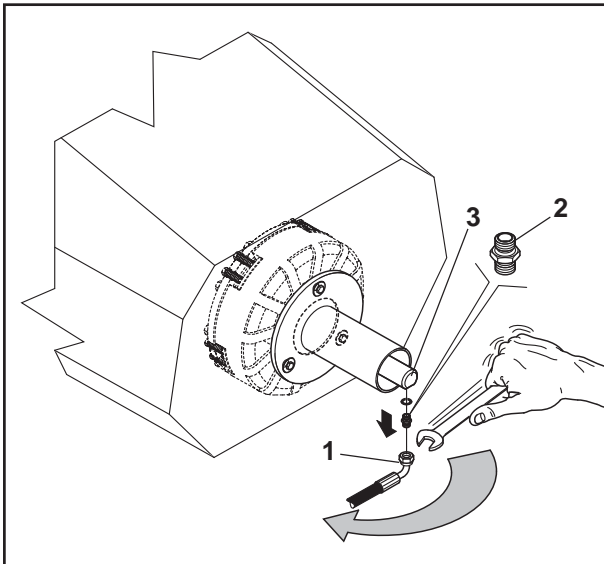

fig.2
- 6) de vijzels deblokken, de **NIPPLO** (2 fig.2) hermonteren met het koperringetje en opletten dat u niet **TE** hard trekt en de verbinding **ROTOFLUX** beschadigt.
- 7) de verbinding met buis hermonteren (1fig.2).